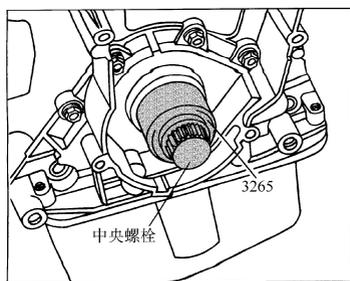

图 2-52 用中央螺栓和 3265 压入油封
- 4) 用中央螺栓和 3265 牵引套筒压入油封(图 2-52)。